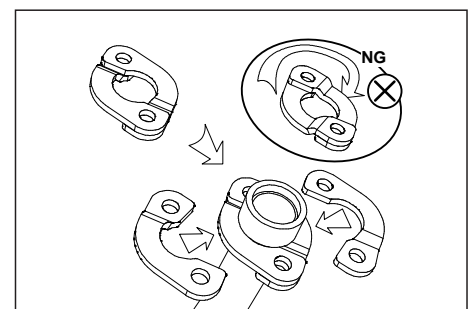

図 2
**② マフラーを車体へ仮組みします。**
**※注意：EX フランジには向きがありますのでご注意ください(図. 2)**